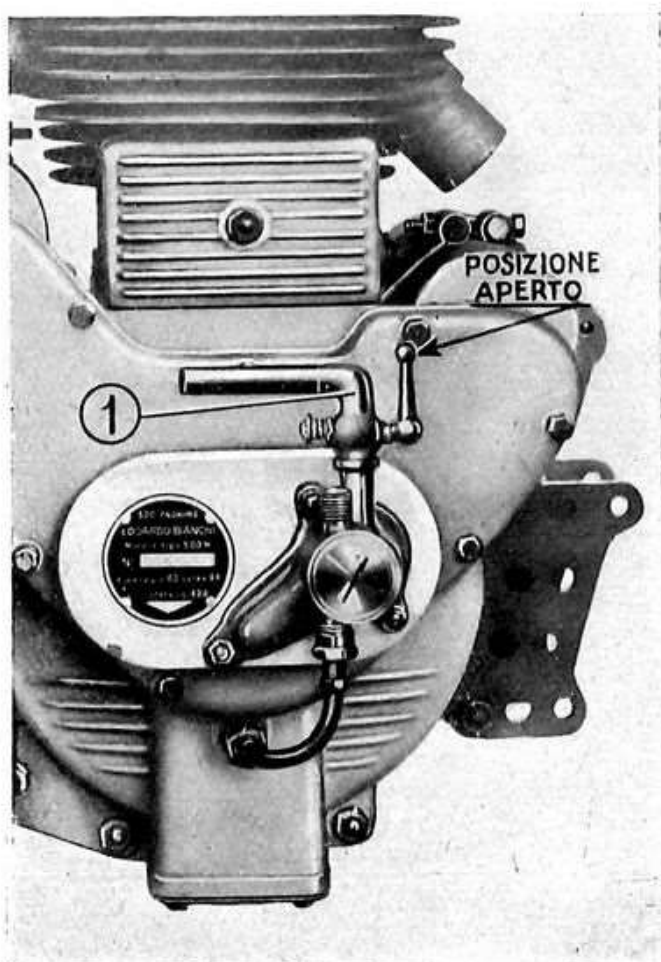

Fig. 8
Aprire il rubinetto (1) fig. 8 del tubo di mandata olio alla